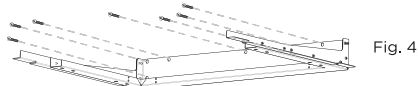

Fig. 4
7. Instale el soporte horizontal en la pared, utilizando 7 taquetes de 10 x 50 mm y fijándolo con 7 tornillos de 5.4 x 75 mm y 7 arandelas de 5.3 x 20 mm. (Fig. 4)